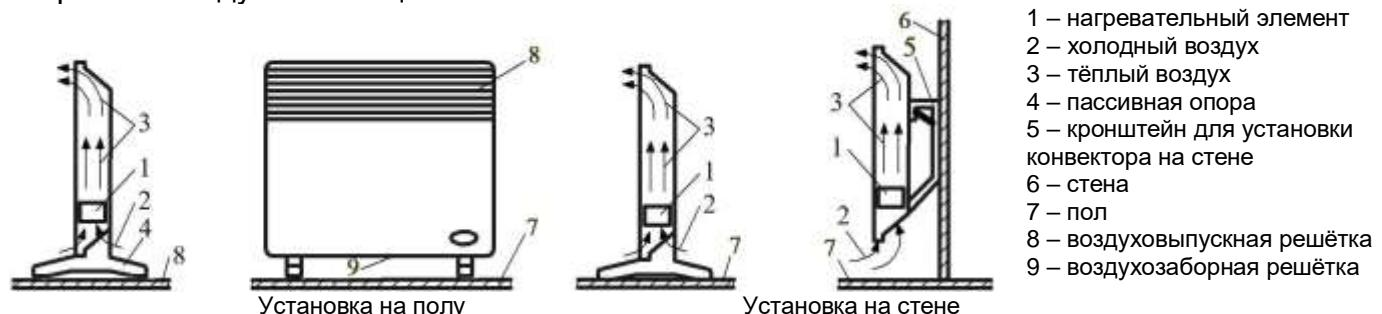

Рис.1
**Внимание!** Категорически запрещается включать и эксплуатировать конвектор без его закрепления на кронштейнах на стене или без установленных опор на полу. Включать и эксплуатировать конвектор допускается только в положении, показанном на рис.1 (воздухозаборной решёткой вниз).